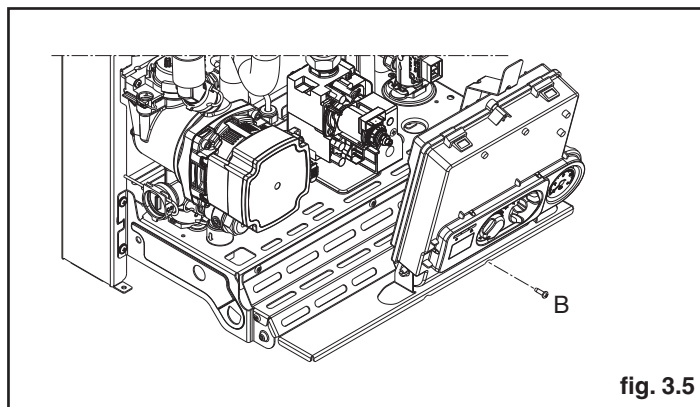

fig. 3.5
- svitare la vite di fissaggio (B) del cruscotto (fig. 3.5)